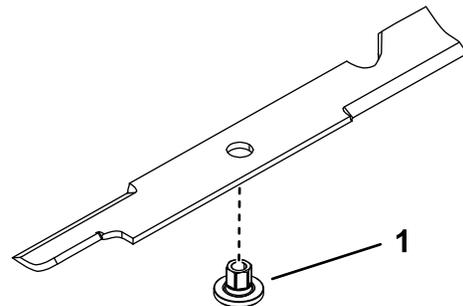

Figura 73
1. Montate la boccola attraverso la lama con la flangia della boccola sul lato inferiore (erba) della lama (Figura 73).